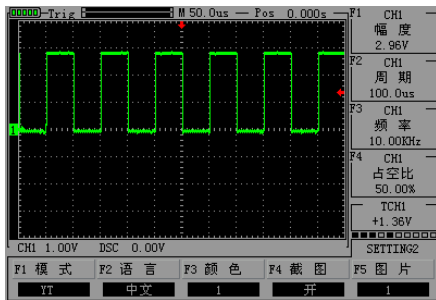

图 2-10 设置垂直 1V/格
- 如设置垂直方向为 1.00V/div，操作步骤如上例。如图 2-10